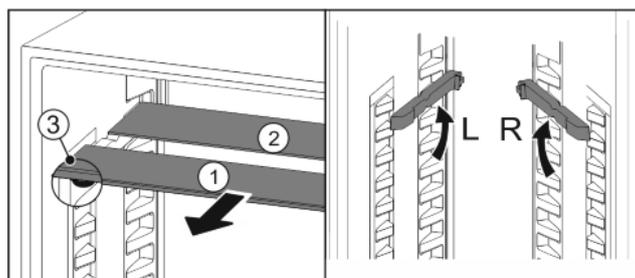

Fig. 22
- Vytiahnite sklené dosky jednotlivu dopredu Fig. 22 (1).
- ▷ Sklená doska Fig. 22 (1) so zarážkami proti vytiahnutiu leží vpredu.
- ▷ Zarážky ukazujú nadol Fig. 22 (3).